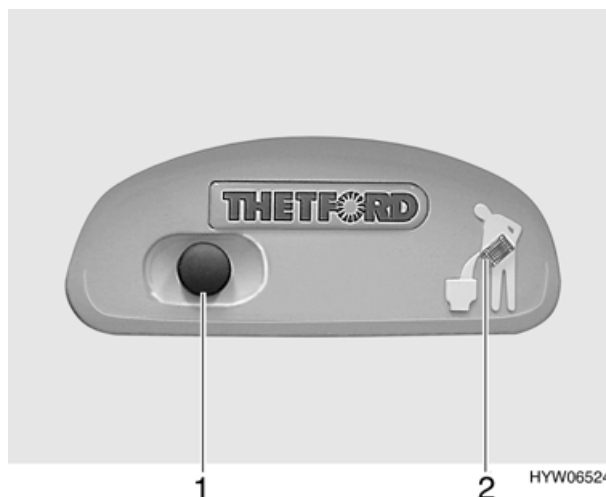

Fig. 76 Pulsante acqua di scarico/Luce spia cassetta Thetford
- Per sciacquare premere il pulsante blu (Fig. 76,1).
Quando la cassetta Thetford è piena e deve venire svuotata, la luce spia (Fig. 76,2) si accende.